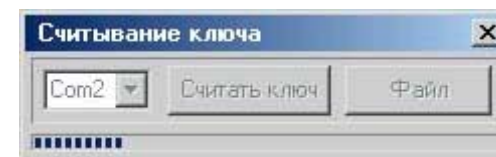

Рисунок 3
3.5 Нажмите кнопку СЧИТАТЬ КЛЮЧ и наблюдайте процесс переноса информации в устройство УСИ-1, сопровождаемый миганием светодиода СВЯЗЬ и отображаемый в нижней части окна программы (рисунок 3).